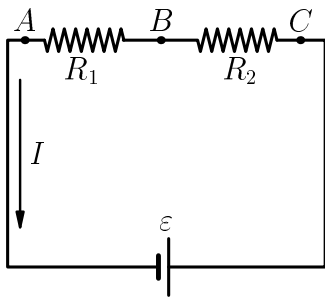

Figura 2: Circuit amb dues resistències en sèrie.
- Munteu el circuit de la figura 2.